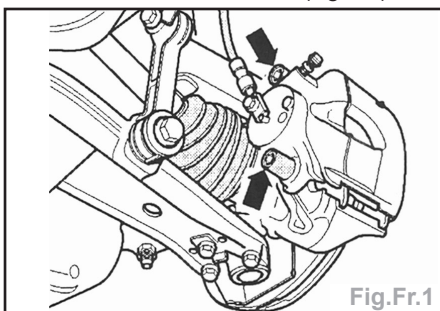

Fig.Fr.1
- Dévisser les deux pivots de guidage (flèches) de l'étrier de frein et les retirer (Fig.Fr.1).
- Dévisser les deux pivots de guidage (flèches) de l'étrier et les retirer (Fig.Fr.1).
- Serrer au couple le boîtier d'étrier de frein avec les deux pivots de guidage (flèches) sur la chape de frein (Fig.Fr.1).